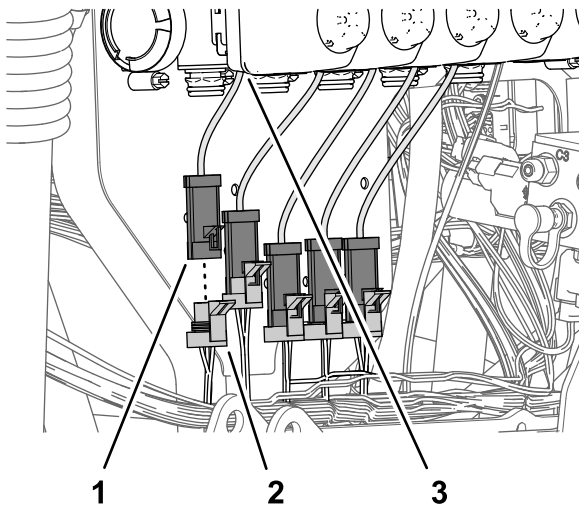

Figure 114
2. Branchez le connecteur à 3 douilles (Figure 114) de la branche de 89 cm du faisceau du kit étiquetée NOZZLE VALVE 1 au connecteur
3. Branchez le connecteur à 3 douilles (Figure 114) de la branche de 89 cm du faisceau du kit étiquetée NOZZLE VALVE 2 au connecteur à 3 broches de l'actionneur de vanne (position 2).
4. Branchez le connecteur à 3 douilles restant de la branche de 89 cm du faisceau du kit au connecteur à 3 broches des actionneurs de vanne (Figure 114).